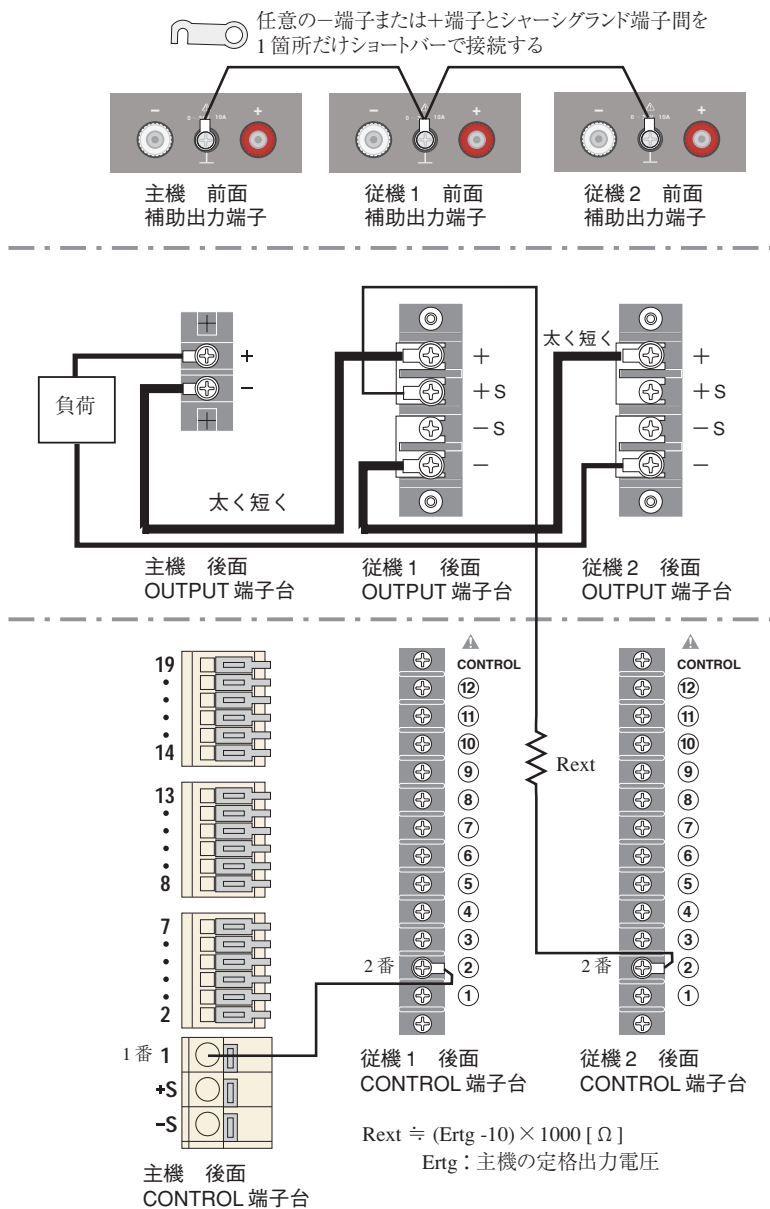
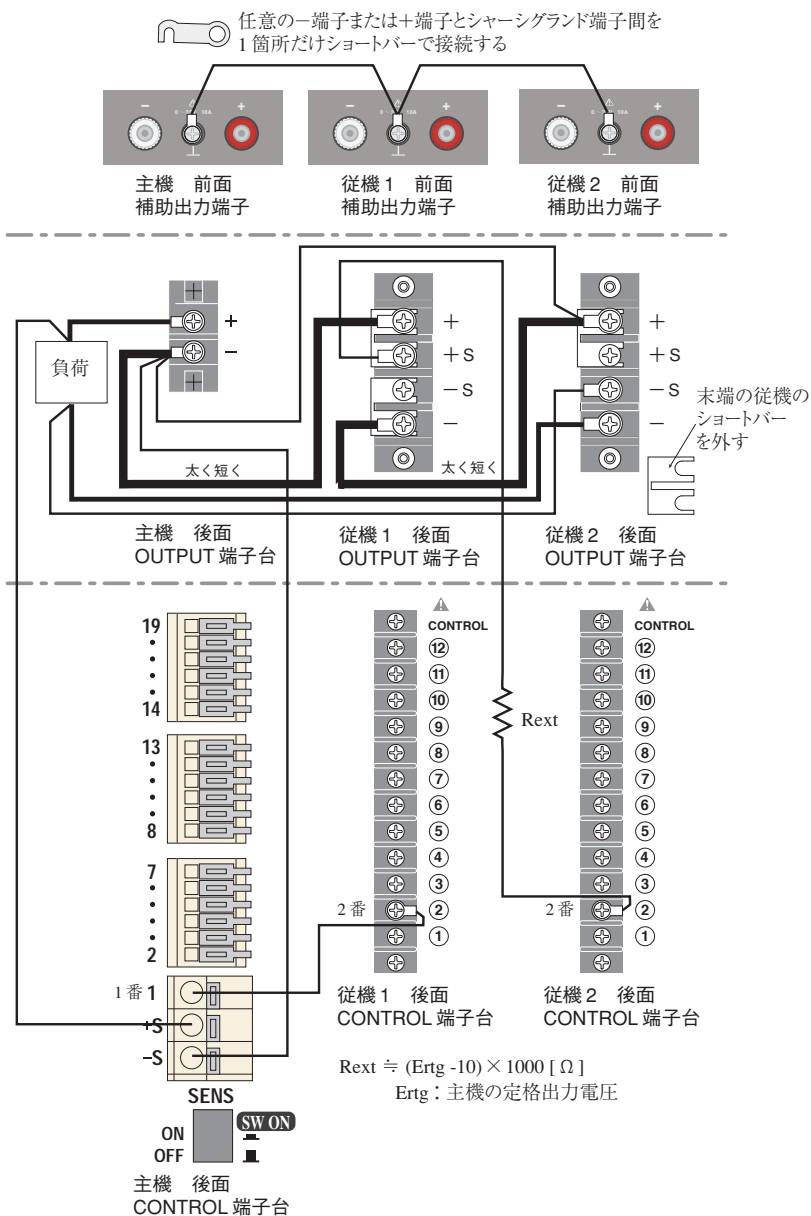

図 4-25 ワンコントロール直列運転の接続
図 4-26 センシングを使用したワンコントロール直列運転の接続
PAN-A シリーズと PAN シリーズを混在させる場合は、図 4-25 を参照してください。さらにリモートセンシングを行う場合は、図 4-26 を参照してください。
- PAN16-50A と PAN16-50 を混在させてワンコントロール直列運転を行う場合は、図 4-25 の CONTROL 端子台の接続も参照してください。